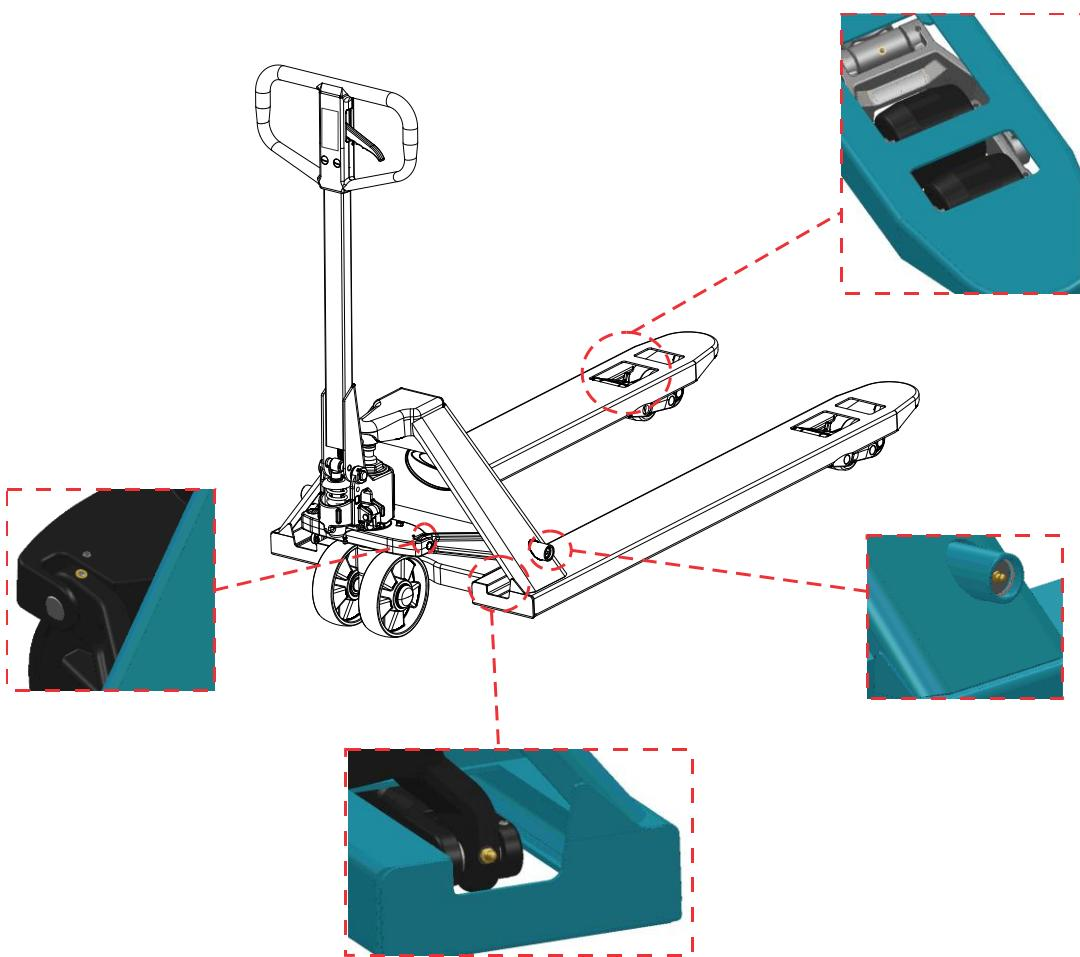

Figura 13 – Pontos de lubrificação
- Todos os rolamentos e eixos são lubrificados com uma graxa de longa duração. Os pontos de lubrificação devem ser lubrificados mensalmente (figura 13) ou a cada vez que o transpaleta ser limpado. Limpar o equipamento para eliminar sujeiras e detritos. Nunca lave-o com jato d'água. Limpe as partes metálicas e plásticas com pano levemente umedecido.
- *Todos los rodamientos y ejes se lubrican con una grasa de larga duración. Los puntos de lubricación se deben lubricar mensualmente (figura 13) o cada vez que se limpie el transpalete. Limpiar el equipo para eliminar las suciedades y los residuos. Nunca lave con chorro de agua. Limpie las partes metálicas y plásticas con un paño ligeramente humedecido.*